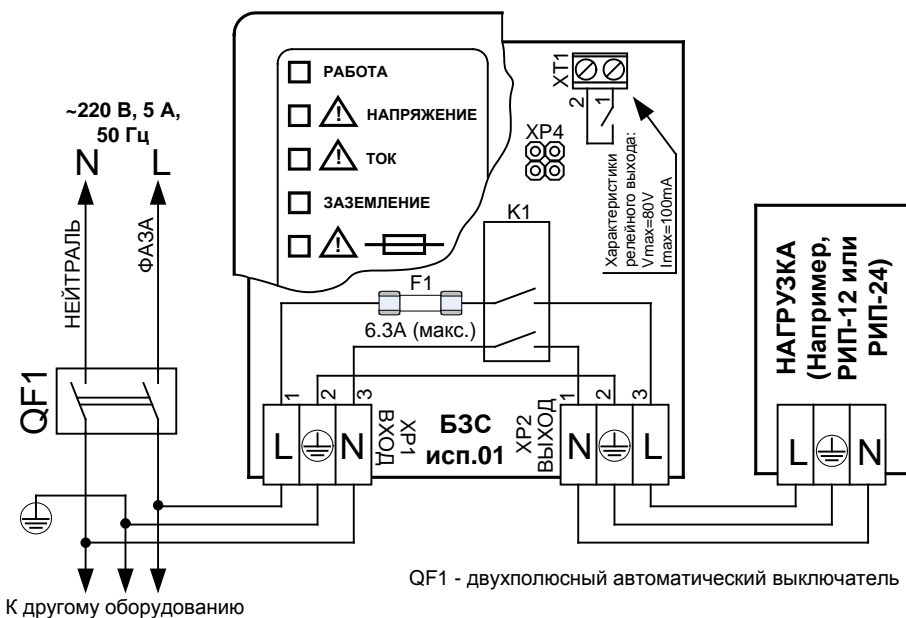

Рис.1
1.1.9 БЗС обеспечивает индикацию неисправности внутреннего защитного предохранителя (F1 на рис.1). В случае неисправности предохранителя включается индикатор « » (цвет свечения – красный), при этом все остальные индикаторы выключены.
При подключении внешнего питающего напряжения 220 В к сетевой колодке необходимо соблюдать правильность подключения проводов «фаза» и «нейтраль». Подключение производить в соответствии с маркировкой расположенной на лицевой стороне корпуса или в соответствии с Рис. 1 данной этикетки.
До подачи напряжения сетевого питания необходимо с помощью перемычки на разъёме ХР4 (см. рис.1), установить пределы срабатывания защиты по напряжению и время задержки включения согласно табл. 1.
Согласно схеме соединений на рис.1:
2.3.1 БЗС представляет собой автономное, автоматическое устройство, печатная плата которого размещена в корпусе. Корпус состоит из двух частей: верхней крышки и основания, к которому крепится плата. На плате расположены входная и выходная соединительные колодки (ХР1 – «ВХОД», ХР2 – «ВЫХОД»), предохранитель, светодиодные индикаторы, а также силовое электромагнитное реле, коммутирующее обе линии сети («L») и («N»). Также на плате расположено «сигнальное» оптореле, контакты которого выведены на разъём ХТ1 (см. рис.1). Контакты этого реле дублируют состояние индикатора «РАБОТА» (индикатор включен – контакты замкнуты, выключен – разомкнута).